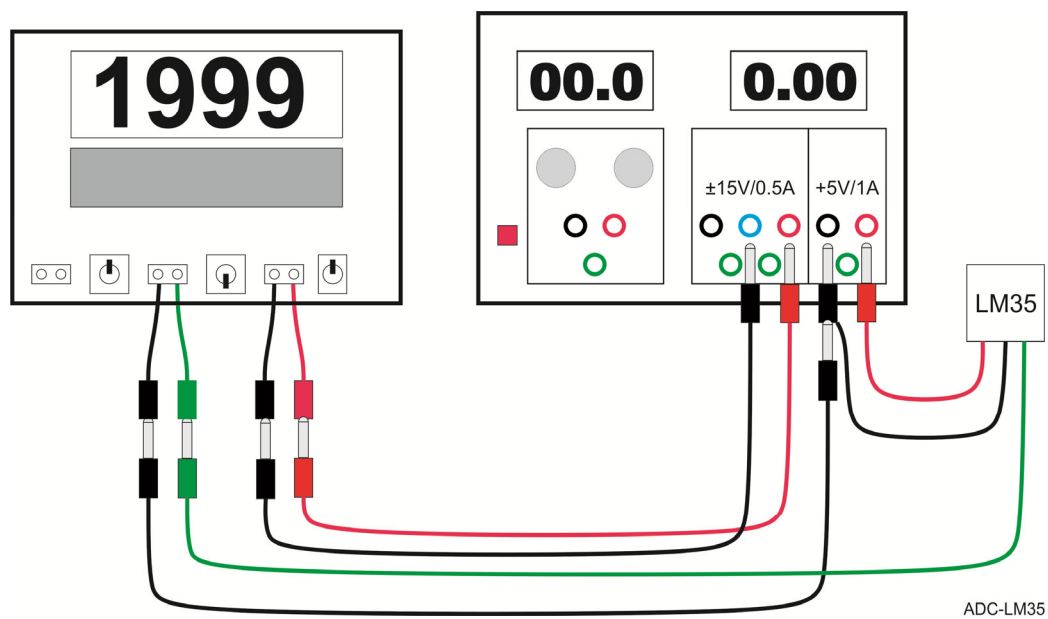

Figura 4-3. Conexión del LM35 a la placa y la fuente de alimentación
3. Conecta el sensor LM35 a + 5 V de la fuente de alimentación según se indica en la Figura 4-3.